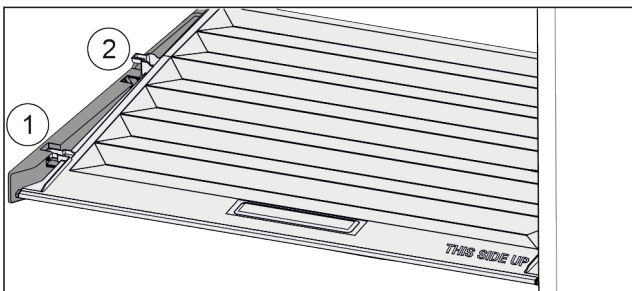

Fig. 96
- ▶ Кришку до отвору в деталях для підтримки потягнути вперед Fig. 96 (1).
- ▶ Підняти ззаду знизу та вийняти Fig. 96 (2) вгору.